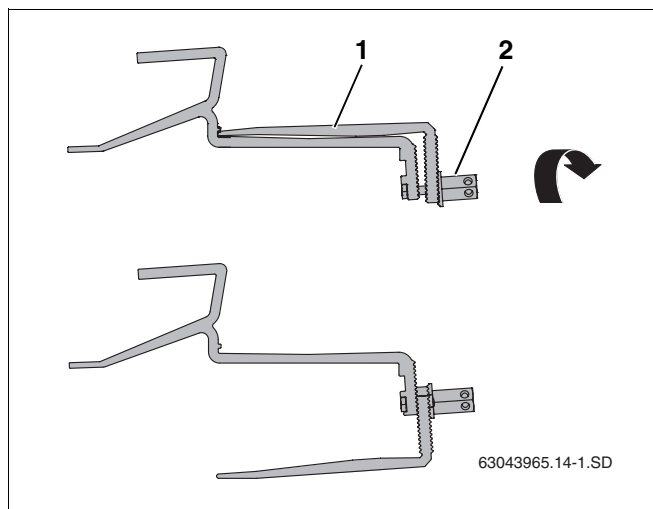

Fig. 12 Ruotare la parte inferiore del gancio da tetto
- Allentare il dado esagonale lungo (fig. 12, **pos. 2**) del gancio da tetto e portare la parte inferiore del gancio da tetto (fig. 12, **pos. 1**) nella giusta posizione.